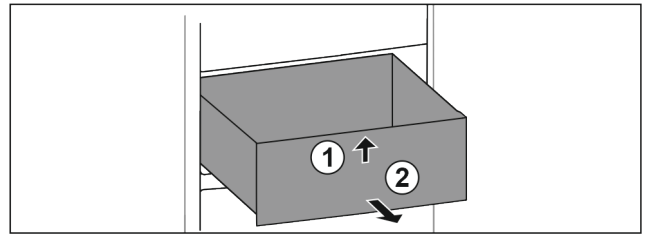

Fig. 24
- ▶ Приподнимите выдвижной ящик спереди. Fig. 24 (1)
- ▶ Извлеките выдвижной ящик движением вперед. Fig. 24 (2)